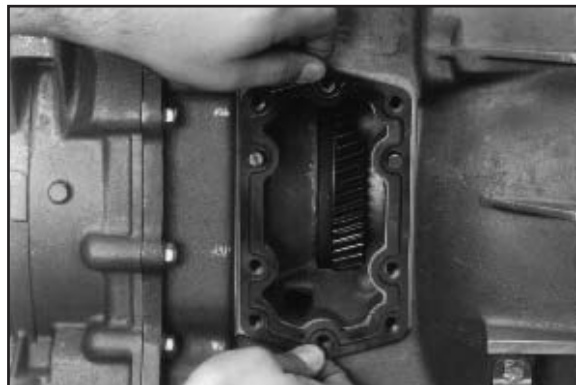

Abb. 5
5. Die Spezialdichtung auf den Führungsbolzen anbringen. Die gerippte Oberfläche muss nach außen, zum Installateur hin, zeigen (**Abb. 5**).